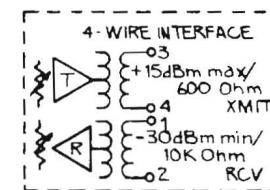

FIG 1.
2. FIG 1. SHOWS 4-WIRE-INTERFACE-CONNECTOR I.D. LABEL